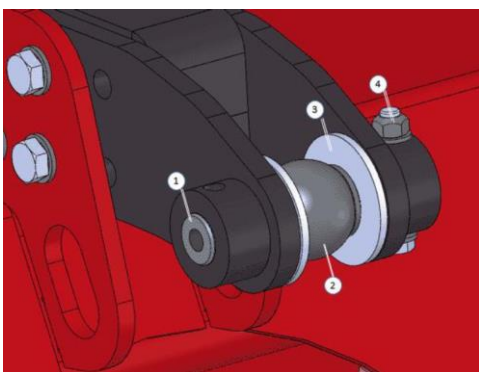

Рис. 46. Крепление верхнего рычага мульчирующей фрезы
- Извлеките поперечный винт (5) (Рис. 46) из крепления верхнего рычага мульчирующей фрезы.
- Проверьте, вытягивается ли палец (1). Совет: если палец сидит плотно, не применяйте силу, а переместите верхний рычаг без напряжения гидравлическим способом